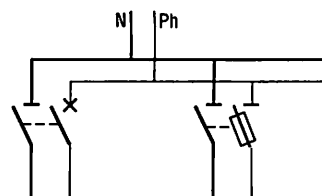

Fig. 11 : Sectionnement bipolaire. Protection par disjoncteur ou fusible.
b) Protection et coupure bipolaire (fig. 11)